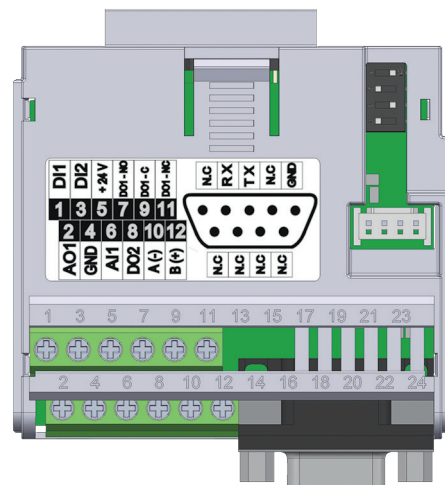

Figura 20.2: Módulo Plug-in CFW500-CRS232
O módulo plug-in CFW500-CRS232 tem a interface Serial (1) através da porta RS-485 nos bornes 10 (A-) e 12 (B+), bem como a interface Serial (2) através da porta RS-232 no conector padrão DB9, veja Figura 20.2 na página 20-1.